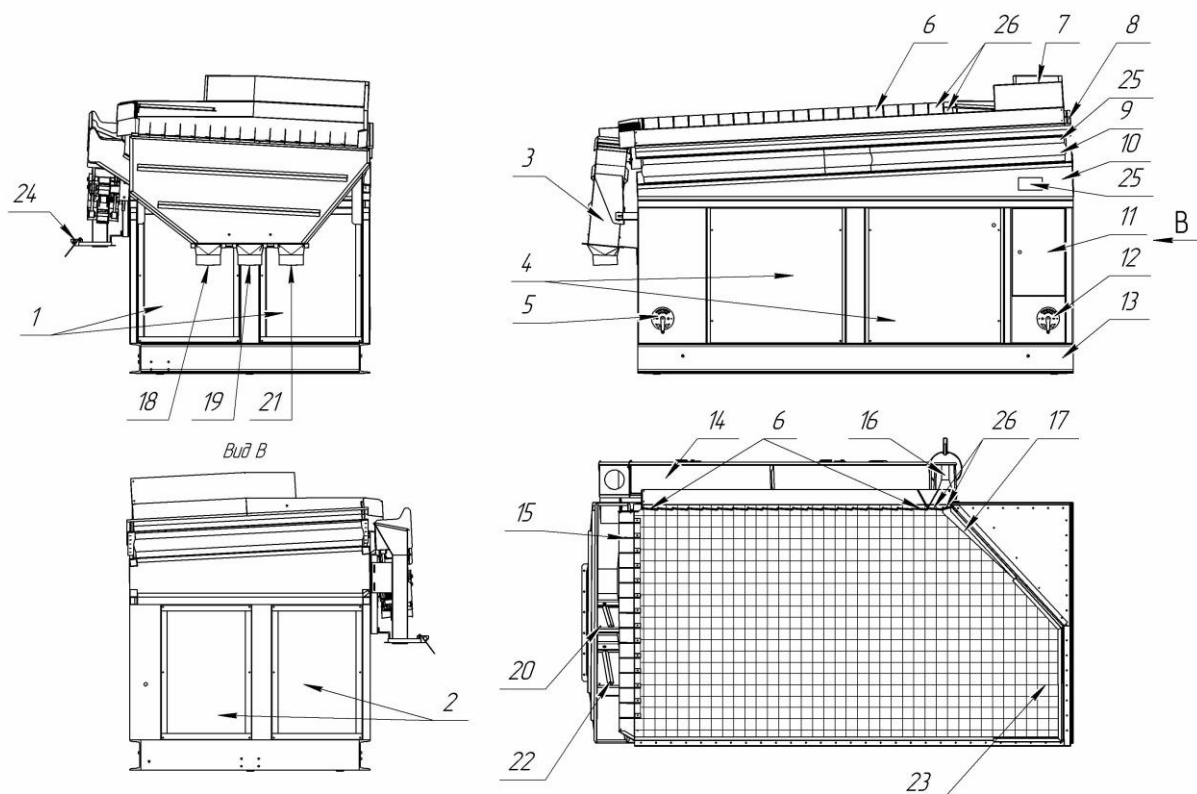
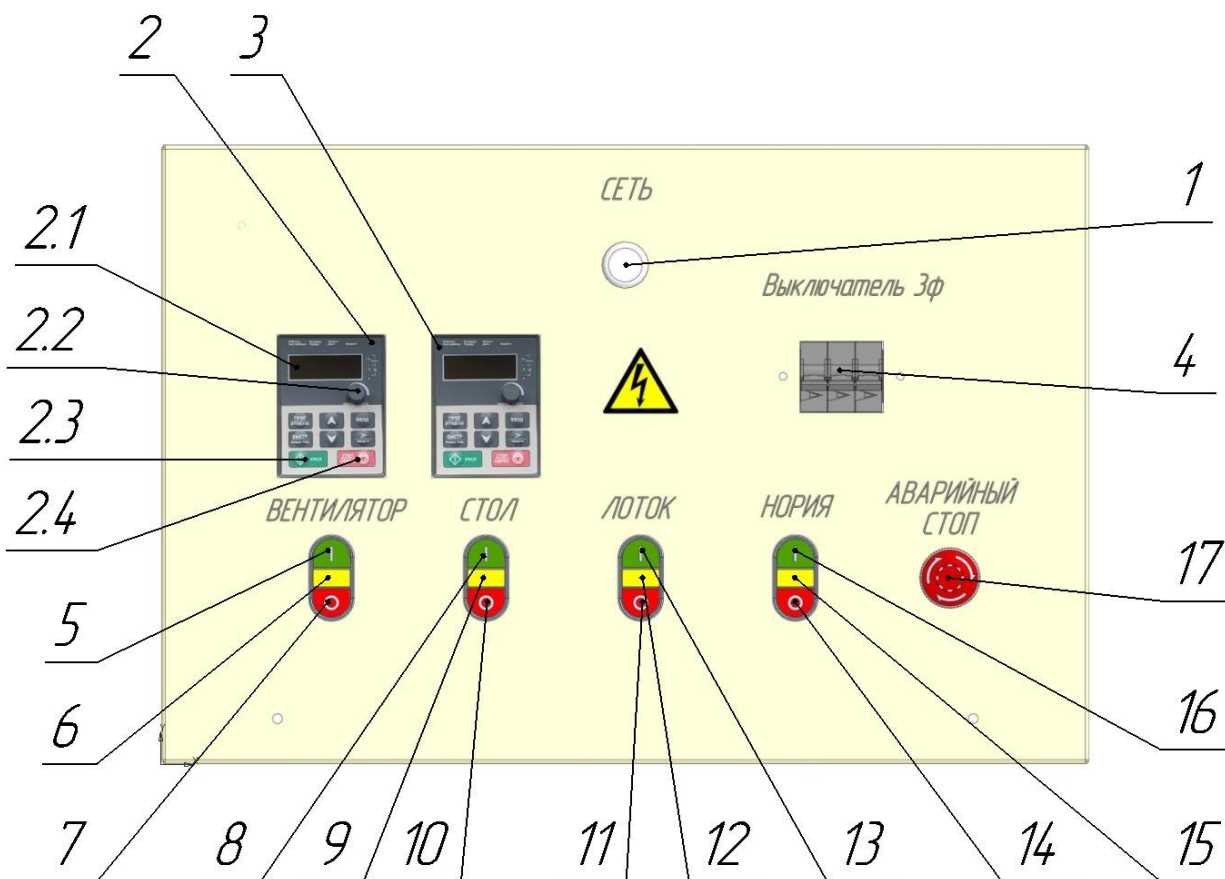

Рис. 1. Пневмосортировочный стол Клён - ПС-10
Рисунок 2 – Панель управления электрошкафа.
Пневмостол (Рис.1) состоит из рамы с корпусом 13, рамы наклонной с уравновешенным приводом колебаний 10, деки 8, ограждения 7, регулировочных флажков схода очищенного продукта 6, электрошкафа 11, гибкого рукава 9, лоток с уравновешенным приводом колебаний 14, лотка для камней 16, регулируемого козырька 17, лотка - распределителя 3 с регулируемыми флажками 20 и 22, переходных патрубков 18,19,21, сеток-фильтров 1 и 2, регулятора поперечного наклона 5, регулятора продольного наклона 12, место загрузки материала 23, держатель мешка 24, вибростола 25 (далее стол), табличка маркировочная 25, флажков лотка для камней 26, крышек 4.
Принцип действия пневмостола (Рис.1) основан на приведении обрабатываемого материала в псевдооживленное состояние при одновременном воздействии на него:
На двери электрошкафа (рис. 2) находятся:
На панелях управления 2 и 3 преобразователей частоты (Рис. 2) расположены:
- включить преобразователь частоты (далее ПЧ) мотор-вентиляторов, для этого необходимо на панели управления электрошкафа рис. 2 нажать кнопку «Пуск» (5), включение происходит с задержкой,
- установить требуемую частоту ручкой (2.2) на панели (2).
- включить ПЧ привода вибратора стола, для этого необходимо на панели управления электрошкафа рис.2 нажать кнопку «Пуск» 8, включение происходит с задержкой,
- установить требуемую частоту ручкой (3.2) на панели 3 (рис. 2), нажать кнопку «Пуск» (3.3). Для изменения частоты во время работы необходимо плавно повернуть ручку потенциометра (3.2).
Для включения привода вибратора лотка 14 (рис.1) нажать кнопку 13 (рис.2). Для выключения нажать кнопку 11 (рис.2).
Для включения привода нории нажать кнопку (16) рис.2. Для выключения нажать кнопку (14).
- снять крышки 4 (рис.1),
- включить выключатель 4 (рис.2),
- включаются ПЧ «Вентилятор» и «Стол» кнопки 5 и 8 (рис.2) соответственно,
- ручками 5 и 12 (рис.1) устанавливаются необходимые углы наклона деки 8 (рис.1),
- устанавливаются в требуемое положение флажки 20 и 22 (рис.1),
- убедиться в наличии свободного места в мешке, зафиксированного в держателе мешка 24, на выходе лотка 16 (рис.1),
- включить «Вентилятор» кнопкой 2.3 (рис.2),
- включить «Стол» 14 кнопкой 3.3 (рис.2),
- включить «Лоток» кнопка 13 (рис.2),
- включить «Нория» кнопкой 15 (рис.2).
- выключить «Нория» кнопкой 14 (рис.2),
- дождаться полного схода материала с деки 8 (рис.1),
- выключить «Вентилятор» кнопкой 2.4 (рис.2),
- выключить «Стол» кнопкой 3.4 (рис.2),
- выключить «Лоток» кнопкой 11 (рис.2).
- выключить ПЧ «Вентилятор» кнопкой 7 (рис.2),
- выключить ПЧ «Стол» кнопкой 10 (рис.2).
- выключить выключатель 4 (рис.2).
- расхода воздуха - потенциометром 2.2 (рис.2),
- поперечного угла наклона вибростола - ручка 5 (рис.1),